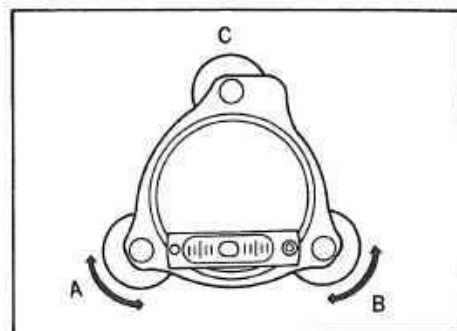

図48
- 2) 次に90°回転して、横気泡管をA、Bの整準ねじと平行の位置に置き、整準ねじA、Bを回して気泡を中央に合わせます。(図48)